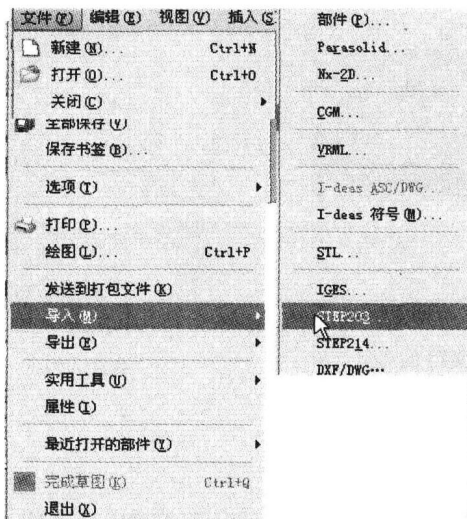
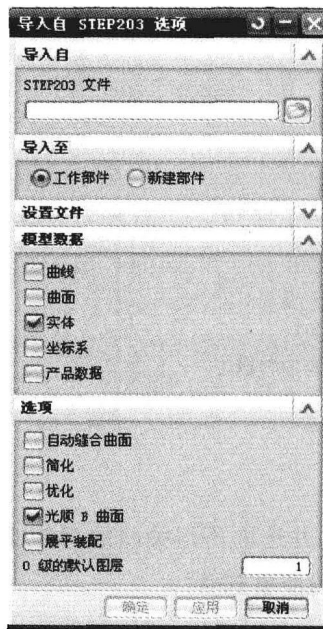

图 1-10 “文件导入”菜单
图 1-11 “导入自 STEP203 选项”对话框
(1) 新建一零部件，如图 1-10 所示的“文件导入”菜单，选择“文件”→“导入”→STEP203 命令，弹出“导入自 STEP203 选项”对话框，如图 1-11 所示。